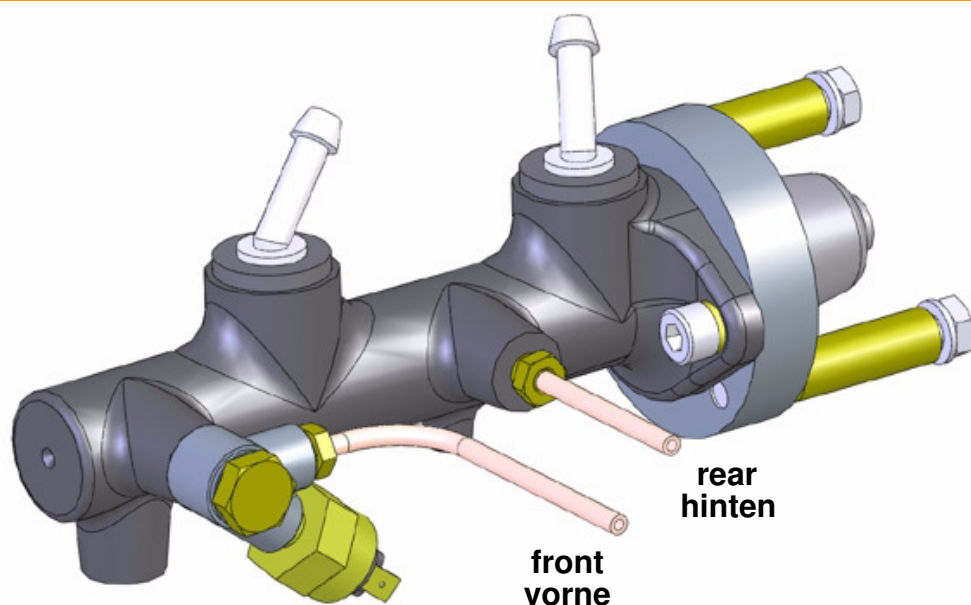

Fig.2
- Install the adapter ring on the master cylinder with the two allen hex bolts (Pos.6, Fig.1) and the safety washers(Pos.5, Fig.1). The adaptor ring needs to be positioned the correct way, as shown in Fig.2 (note the offset positions of the adaptor ring bolt holes). It is possible to install this the wrong way, so please take extra care.
See Fig. 2 for further information.
- Befestigen Sie den Adapterring am HBZ mit den zwei Innensechskantschrauben (Pos.6, Fig.1) und Federringen (Pos.5, Fig.1) so, dass in Fahrtrichtung rechts eine Gewindebohrung oberhalb der rechten Befestigung zum HBZ sitzt. Siehe Fig.1 oder Fig.2.
Siehe Fig. 2
- Drehen Sie die Verschraubungen der hinteren und der vorderen Bremsleitung handfest in den HBZ. (Siehe Fig.2).